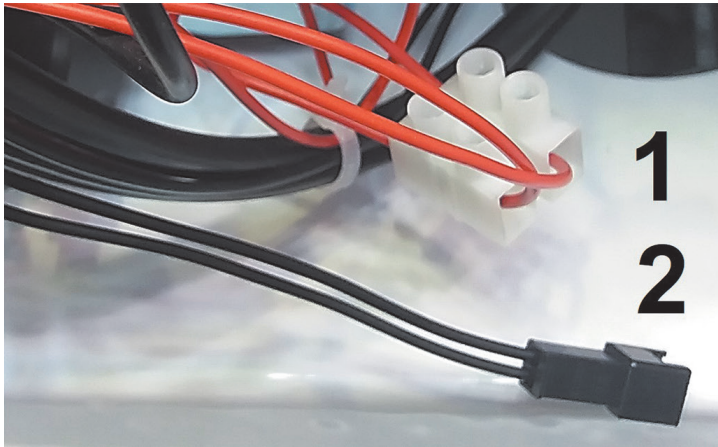

Рис. 7. Доступ к соединительным колодкам подключения комнатного термостата (1) и датчика температуры бойлера (2)
Устройство ДУ будет поддерживать заданную температуру помещения путём изменения температуры воды в системе отопления. Оно подключается к клеммной колодке (рис. 7) вместо установленной на заводе перемычки.
Сняв обшивку котла, можно получить доступ к соединительным колодкам подключения комнатного термостата и датчика температуры воды в бойлере (рис.7). По умолчанию на контактах клеммной колодки комнатного термостата (1) установлена перемычка. В случае подключения к котлу комнатного термостата перемычку необходимо удалить.